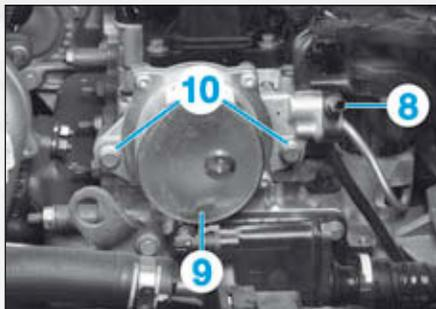

FIG.19
- Débrancher le tuyau à dépression (8) de la pompe à vide (9) (Fig.19).
- les 2 vis (10),